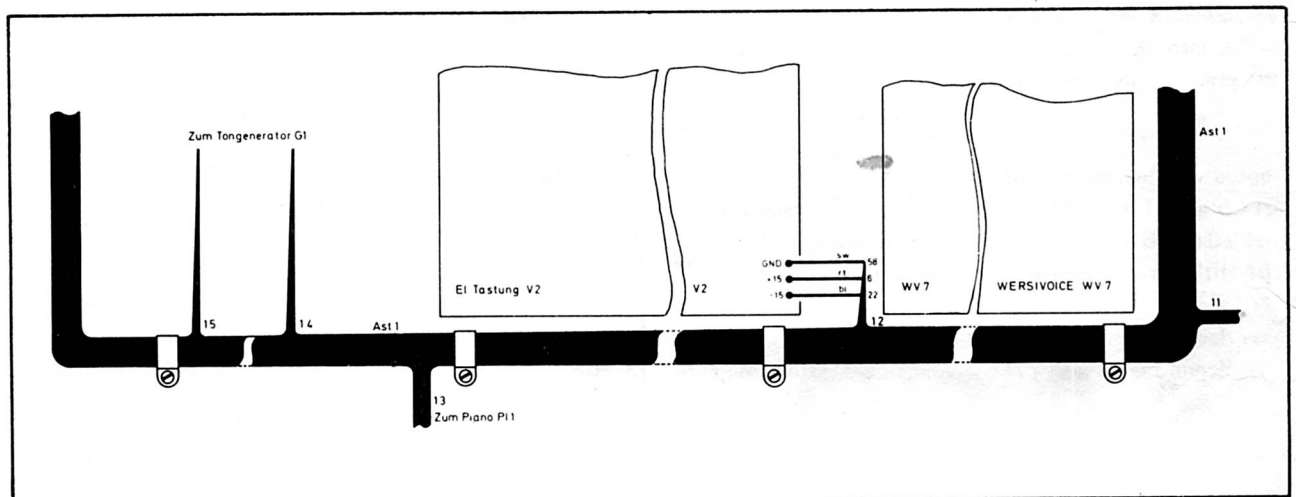

Abb. 55: Lage des Astes 1 im Oberteil
11. Jetzt zum Ast 1 zurückkehren; zur Orientierung zeigt Abb. 55 die spätere Lage des Kabelbaums in der Orgel. Der kurze Ast 1.2 enthält nur 3 Leitungen, die später direkt an der Verharfungsplatine V 2 angelötet werden.